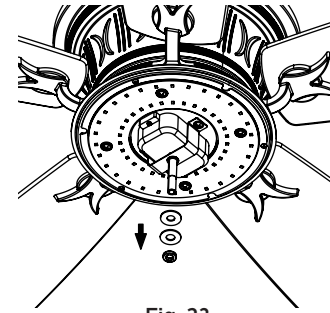

Fig. 23
Étape 2. Retirez et conservez l'écrou manuel, la rondelle métallique et la rondelle en silicone de la tige filetée du kit d'éclairage. (Fig. 23)